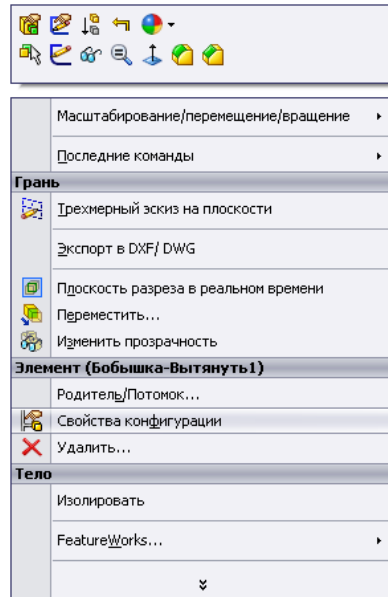
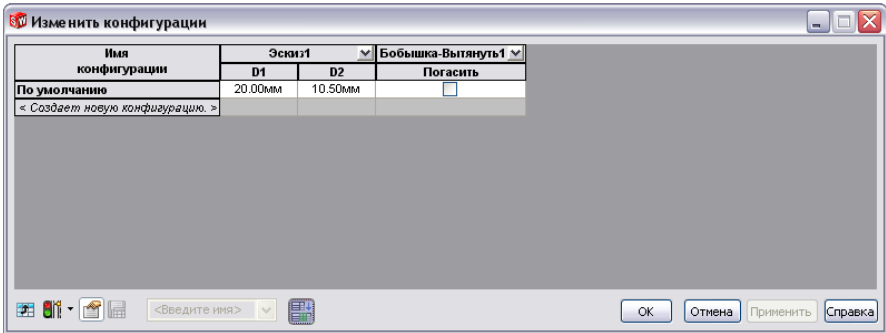
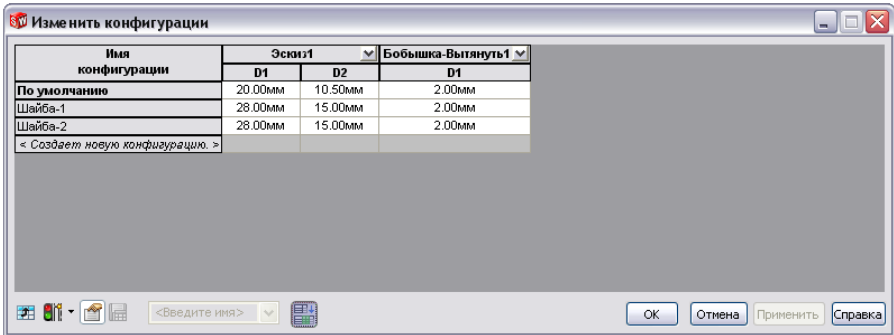

Рисунок 8.38 - Виклик контекстного меню
Рисунок 8.39 - Процесс зміни конфігурації
Рисунок 8.45 - Діалогове вікно «Изменить конфигурации»
1. Виділимо в дереві конструювання або в графічній області елемент деталі **«Бобышка-Вытянуты1»** і клацнемо правою кнопкою миші. У результаті на екрані з'явиться контекстне меню (рис. 8.38), виберемо пункт **«Свойства конфигурации»** - відкриється вікно **«Изменить конфигурации»** (рис. 8.39). Для того щоб у таблиці діалогового вікна **«Изменить конфигурации»** відобразилися всі розміри елемента, необхідно натиснути кнопку - **«Все параметры»** в нижньому рядку цього вікна.
«Бобышка-Вытянуты1» - 2 мм і клацнемо правою кнопкою миші, щоб відкрылося контекстне меню зі списком команд (рис. 8.38). У цьому вікні виберемо команду - «Свойства конфигурации». У результаті на екрані відкриється діалогове вікно «Изменить конфигурации» (рис. 8.45).